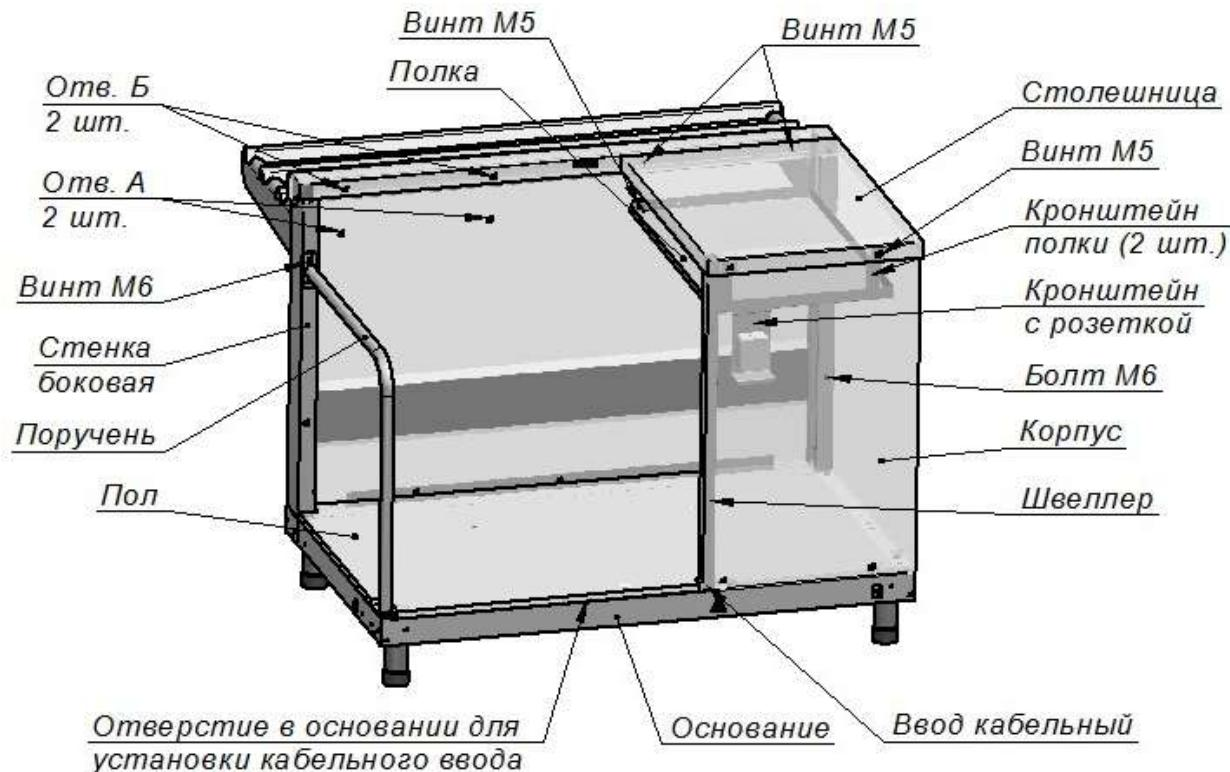

Рис. 1
Электропитание подвести на розетку от распределительного щита, через кабельный ввод (гермоввод) (см. Рис. 1), номинальным поперечным сечением жил шнура питания с заземляющей жилкой марки ПВС (3х1,5) или ПРМ (3х1,5) мм², не менее для всех изделий кабины кассовой.
1. Снять столешницу (см. рис. 1), предварительно открутив четыре винта М5 (два снаружи и два внутри).